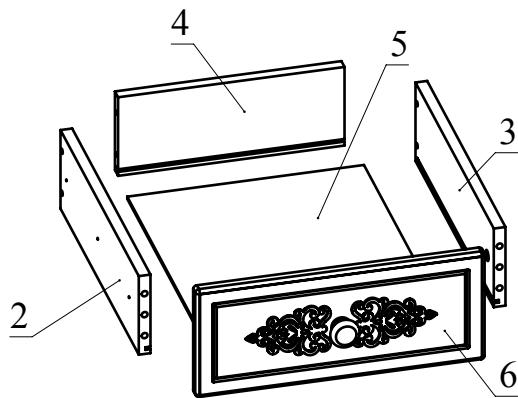
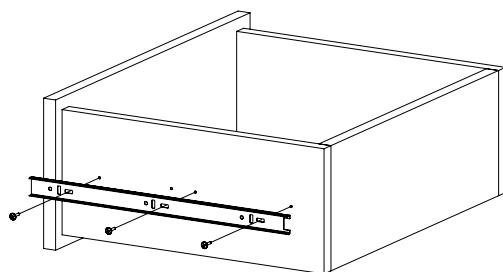

Рис.3
Рис.4
2. Соберите ящики. Для этого соедините детали 2 и 3 с деталью 4 с помощью конфирматов. Затем вставьте деталь 5 в пазы деталей 2, 3, 4. Установите деталь 6 на детали 2, 3 и зафиксируйте, повернув головки минификс по часовой стрелке до упора (Рис. 3). Внутренние планки телескопических направляющих закрепите на деталях 2 и 3 шурупами 3,5x16 (Рис. 4). С помощью шурупа 4x35 прикрутите ручки на деталь 6.